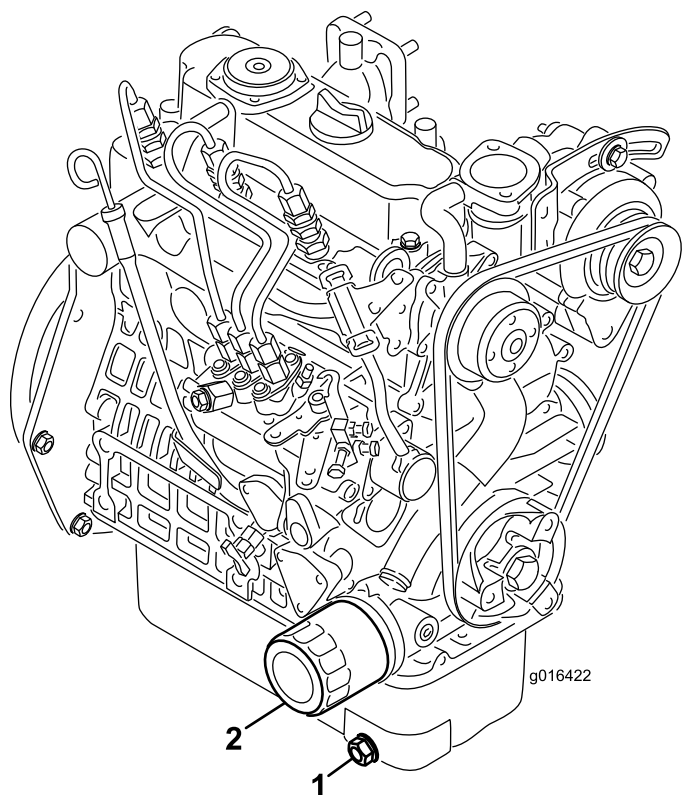

Figura 33
1. Scoateți buonul de golire (Figura 33) și lăsați uleiul să curgă într-o tavă de golire. Atunci când uleiul nu mai curge, montați buonul de golire.